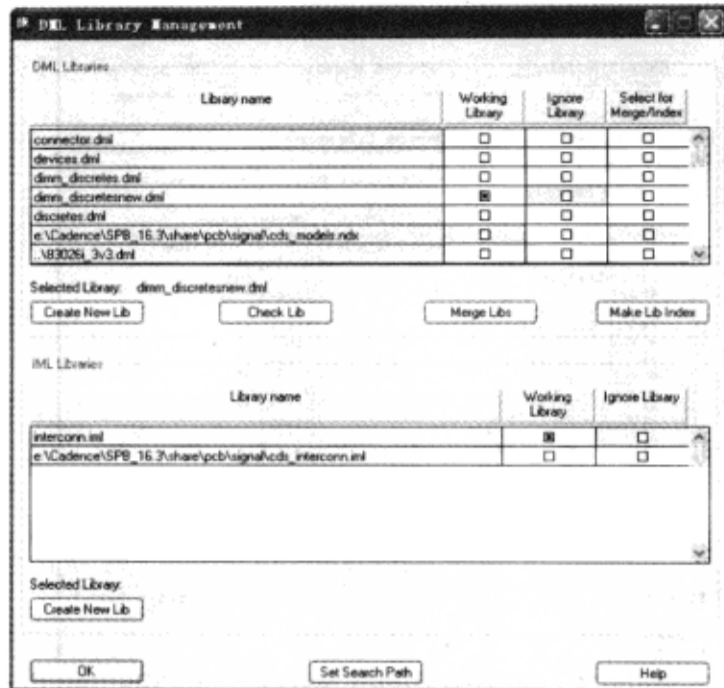

图 2-6-23 模型库
(5) 在“DML Library Management”窗口上半部分的“DML Libraries”部分，设置 dimm\_discretesnew.dml 库为工作库，如图 2-6-23 所示。任何新建的信号模型将被写进 dimm\_discretesnew.dml 库中。在接下来的设计中，仍使用 dimm\_discretes.dml 库作为工作库。